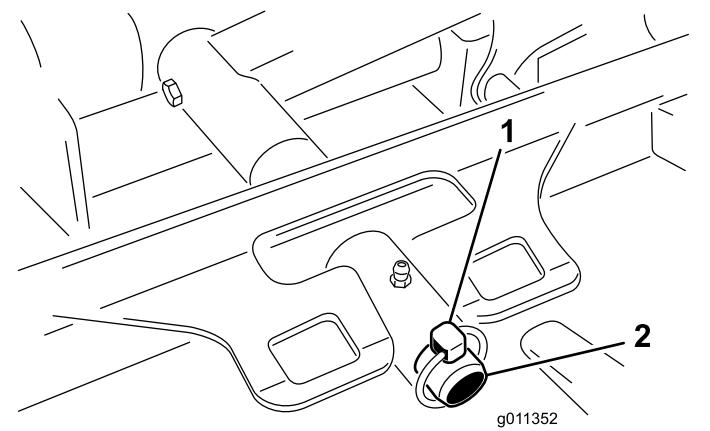

Рисунок 11
3. Снимите шплинт или крепежную гайку (только GM 4700), с помощью которых несущая рама деки крепится к оси поворота подъемного рычага (Рисунок 11).
- Наденьте несущую раму деки на палец шарнира подъемного рычага. Закрепите шплинтом или крепежной гайкой (только GM 4700) (Рисунок 11).